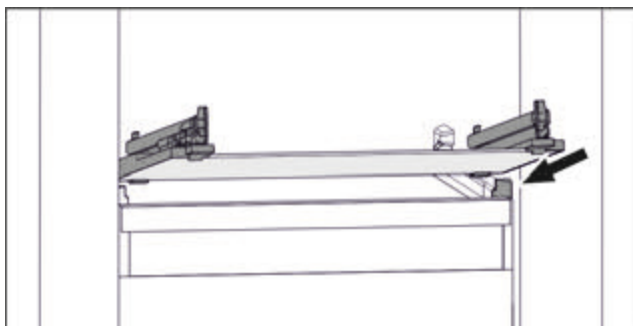

Fig. 141 Приблизне відображення скляної пластини
- Встановити скляну пластину за стопорами навкоси. (див. Fig. 141)